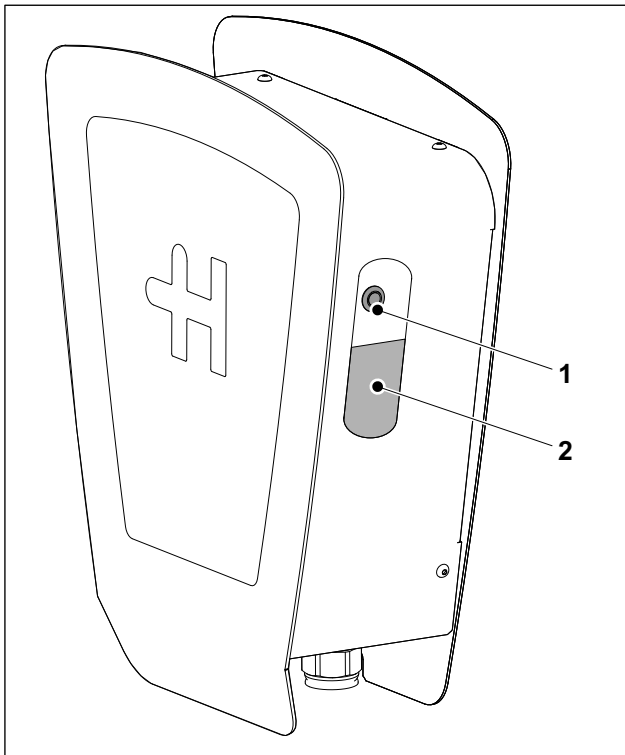

Fig. 1 Heidelberg Wallbox Home Eco
El proceso de carga **no** puede cancelarse con el pulsador (fig. 1/1). Existen tres posibilidades para cancelar el proceso de carga:
Si tras enchufar el cable de carga o pulsar la tecla (fig. 1/1) el Wallbox no reacciona, comprobar la ali-
- Para reiniciar el dispositivo de protección contra corriente de falta pulsar la tecla (fig. 1/1) durante más de 3 segundos. El LED centellea en verde.